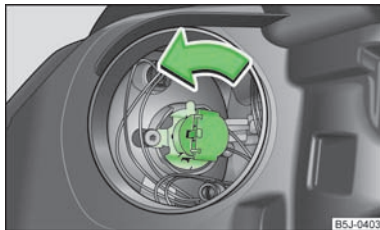

Fig. 149
- Rode o conector com a lâmpada incandescente até ao batente, **no sentido contrário** ao dos ponteiros do relógio » Fig. 149 e retire-o.